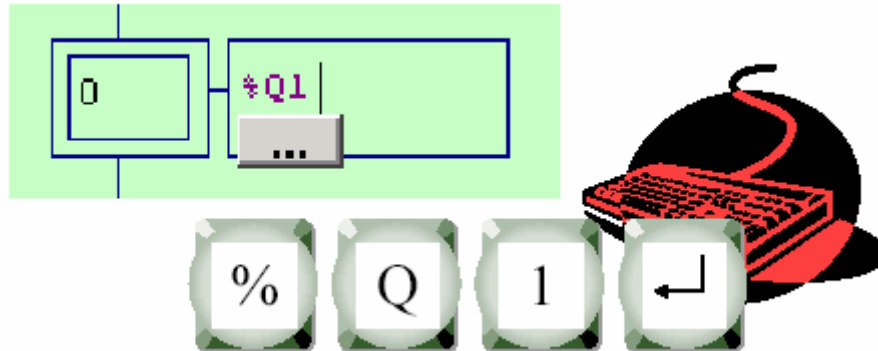

Figure 23 : Écriture d'une action
- 2- Pour documenter la condition sur l'action, cliquez avec le bouton gauche sur l'élément  et suivez les mêmes étapes que pour écrire dans les rectangles d'action (figure 23, 24, 25, 26). Assurez-vous que vous avez assez suffisamment d'espace au-dessus des rectangles d'actions.
Pour pouvoir écrire dans ces bobines, il suffit de cliquer avec le bouton de gauche sur la première parenthèse. Pour documenter l'action, on procède de la même façon que pour les actions du GRAFCET (figure 23, 24, 25, 26).
Pour documenter la transition, on procède de la même façon que pour les actions du GRAFCET (figure 23, 24, 25, 26).